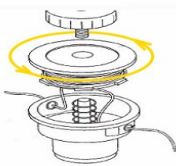

Рисунок 3
- намотайте жилку на шпулю у напрямку, зазначеному стрілкою (рис.3), слідкуючи за тим, щоб кожен відрізок жилки потрапив у своє відділення;